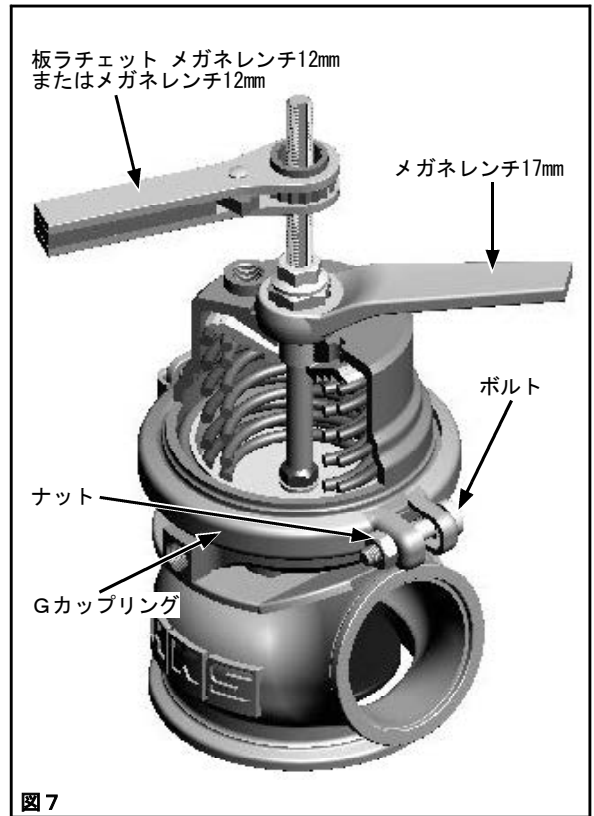
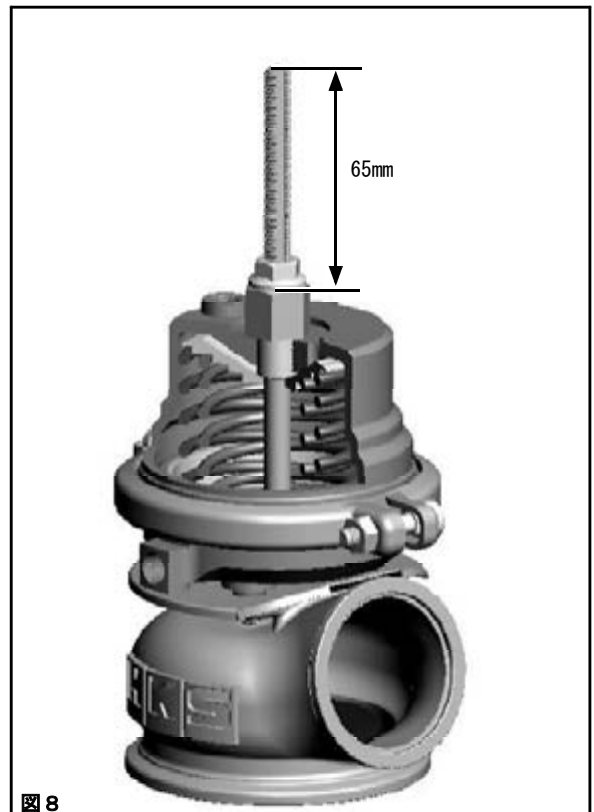
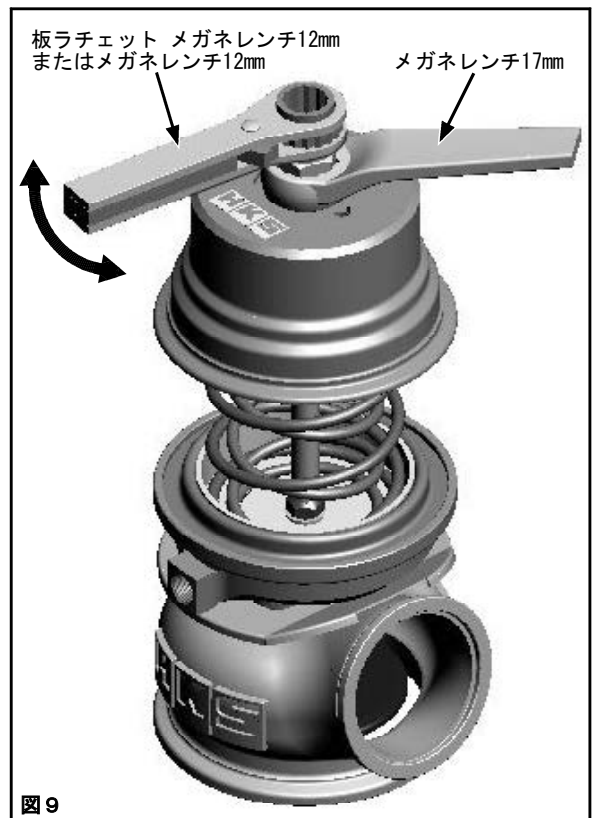

図7
図8
図9
- (9) スライダー SST. にメガネレンチ17mmを、フランジナットM8に板ラチェット メガネレンチ12mmまたはメガネレンチ12mmを使用して、フランジナットM8を図8に示す長さになるまで締込んでください。(図7、図8)
- (10) Gカップリングのボルト、ナットを緩め、Gカップリングを取外してください。(図7)
(図9)
フランジナットM8を図8の長さになるまで締込んで
ください。(図8、図9)